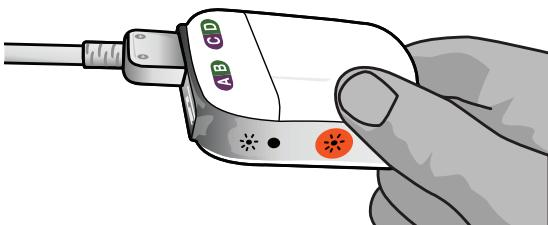

Abbildung 5: Anschließen des Operationssaalkabels 2x8 am externen Teststimulator 2
3. Die Operationssaalkabelverlängerung an der mit „CD“ gekennzeichneten Buchse des externen Teststimulators 2 anschließen (Abbildung 5).